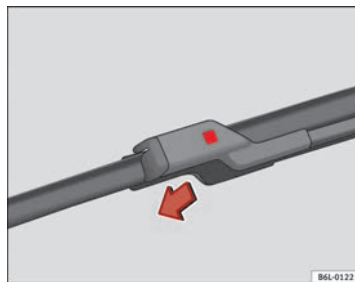

Fig. 138 Remplacement balai essuie-glace
- Appuyez sur la touche de sécurité ⇒ **fig. 138**.